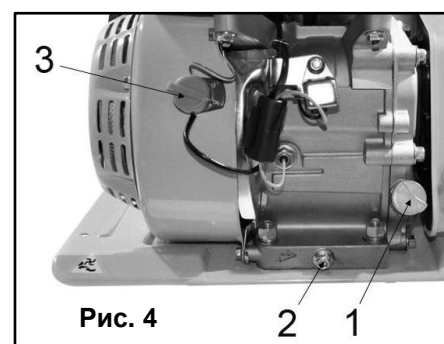

Рис. 4
1. Открутить крышку маслоналивной горловины (1)(См. Рис.4)
3. Вставить и закрутить на место крышку маслоналивной горловины. (1)(См. Рис.4)
6. Переведите рукоятку выключателя зажигания (3) (См. Рис. 4) в положение «ВКЛ» (ON).
3. Переведите рукоятку выключателя зажигания (3) (См. Рис. 4) в положение «ВЫКЛ» (OFF)